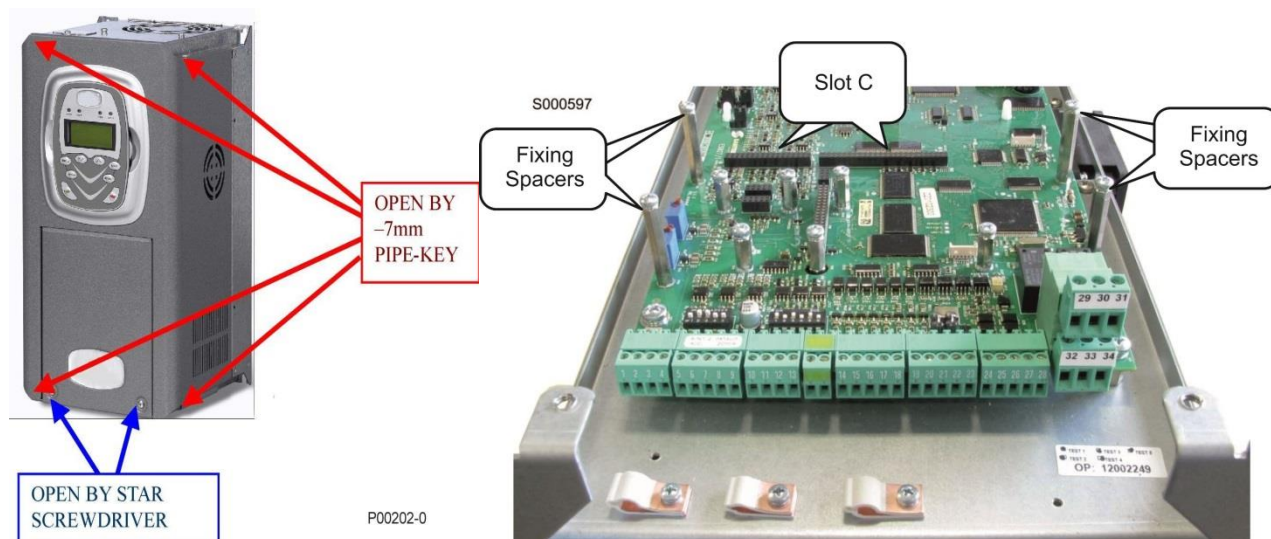

Figura 133: Rimozione del coperchio dell'inverter e posizione dello slot C
- 2) Per una più agevole installazione della scheda è necessario rimuovere tutto il coperchio dell'inverter allentando le quattro viti a testa esagonale presenti nella parte bassa ed alta dell'inverter. Sono così facilmente accessibili le quattro colonnette metalliche di fissaggio della scheda ES870 ed il connettore dei segnali (Figura 133- Slot C).